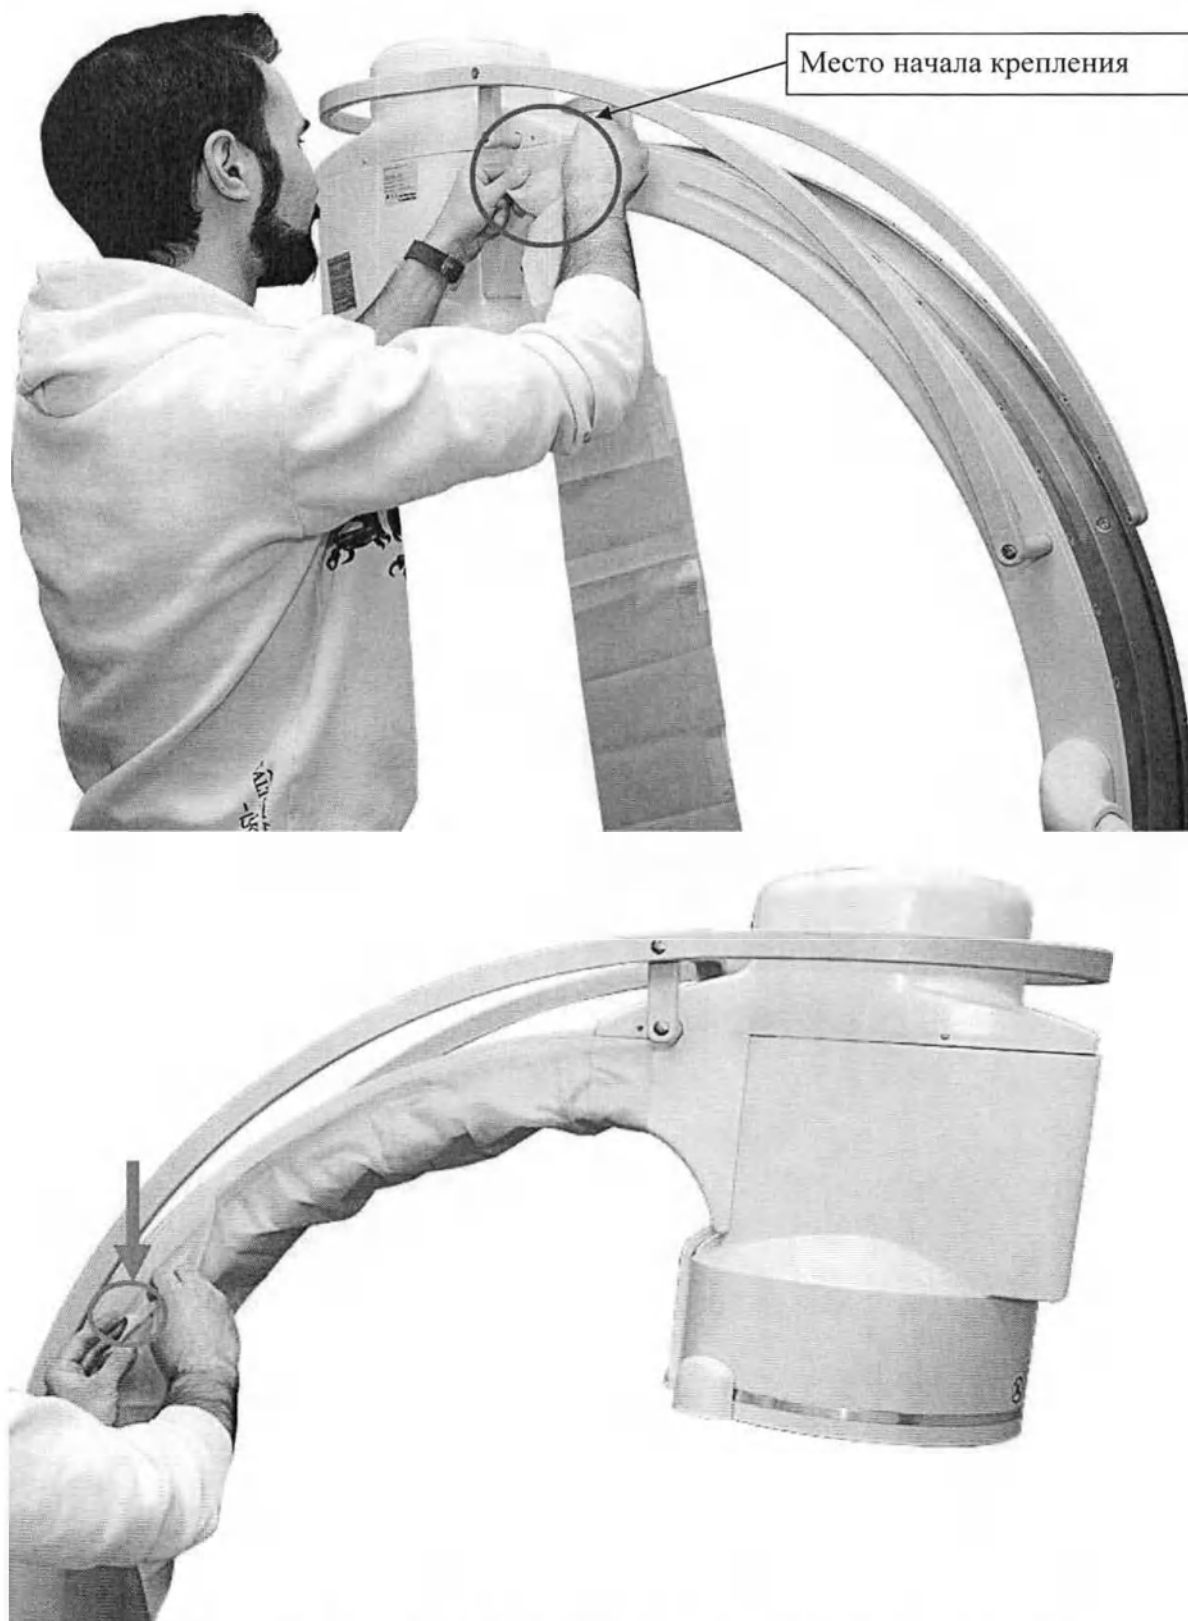

Рисунок 7.2 – Стерильный чехол для С-дуги в процессе крепления
2. Поднесите чехол к С-дуге и, постепенно отклеивая защитные бумажные клапаны, закрепите чехол сначала с одной, а потом с другой стороны С-дуги (см. Рисунок 7.2).